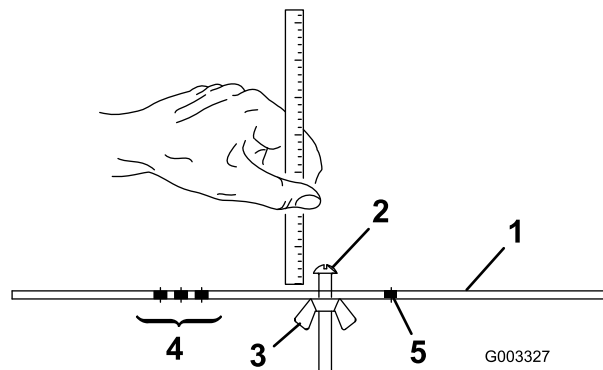

Figura 19
2. Allentate il dado sulla barra di misura (Figura 19) e posizionate la vite di regolazione all'altezza di taglio opportuna.